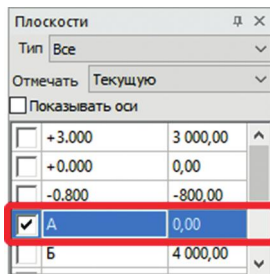

рис. 116
3. На панели **Плоскости** (рис. 116) выберите ось **А**.